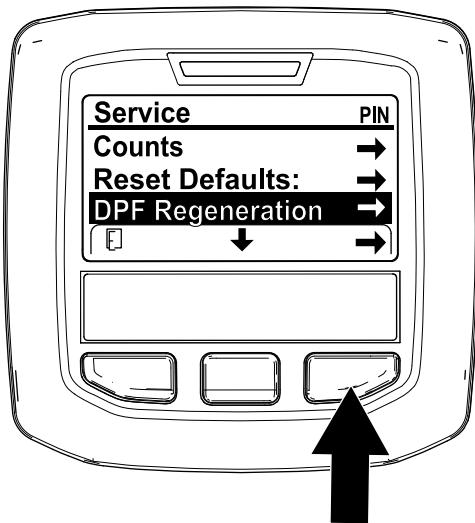

Рисунок 28
- Перейдите к меню Service (Техобслуживание), нажмите среднюю кнопку для прокрутки вниз к опции DPF REGENERATION (РЕГЕНЕРАЦИЯ DPF) (Рисунок 28).
- Нажмите правую кнопку для выбора позиции DPF Regeneration (Регенерация DPF) (Рисунок 28).